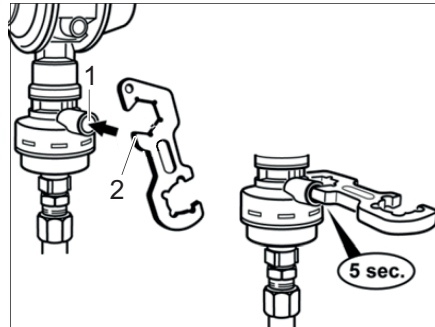

Fig. 247 Crash-Sensor
- À l'aide du dispositif d'aide au vissage (Fig. 247,2) ou d'un objet similaire, approprié, appuyer sur le bouton de déverrouillage (Fig. 247,1) et le maintenir enfoncé pendant 5 secondes.